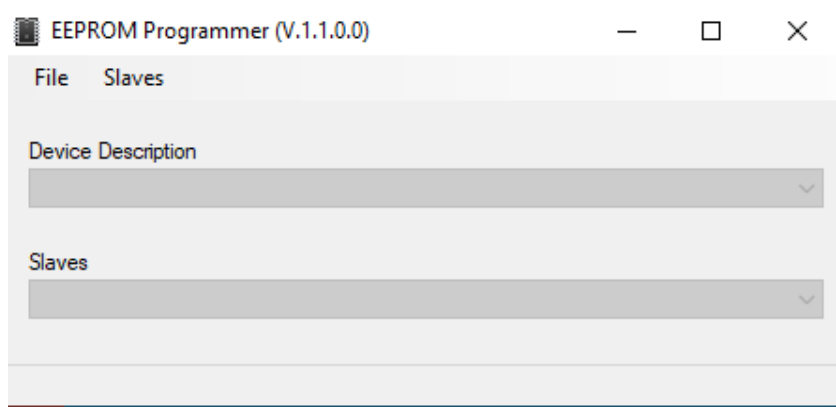

Рисунок 1
2.6.2 Запустить на ПК (3) утилиту EEPROM PROGRAMM.exe. Откроется главное окно утилиты (рисунок 1).